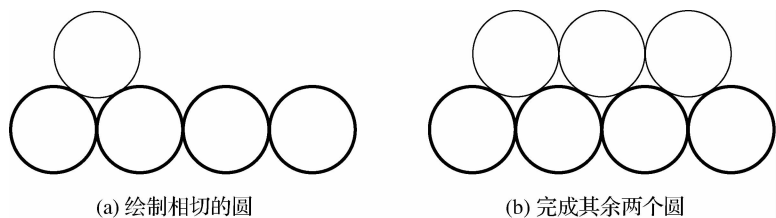

图 1-31 绘制第二排的圆
(3) 执行“绘图”→“圆”菜单命令,用“切点、切点、半径(T)”方式绘制第二排第一个半径为 $R5$ 的圆。可以采用这个方式依次绘制同排其余两个圆,也可以采用上述(2)中的方式,复制出其余两个圆。绘制结果如图 1-31 所示。